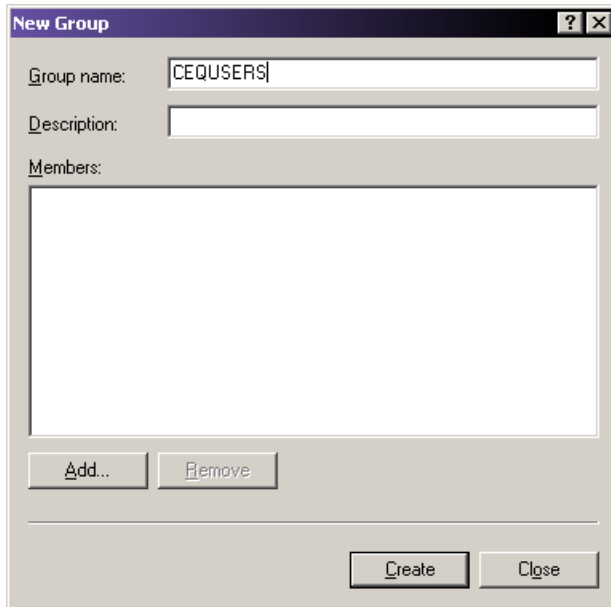

图 8.12 新建组对话框
4. 右击 **Groups**（组）并选择 **New Group**（新建组）。New Group（新建组）对话框打开（图 8.12）。